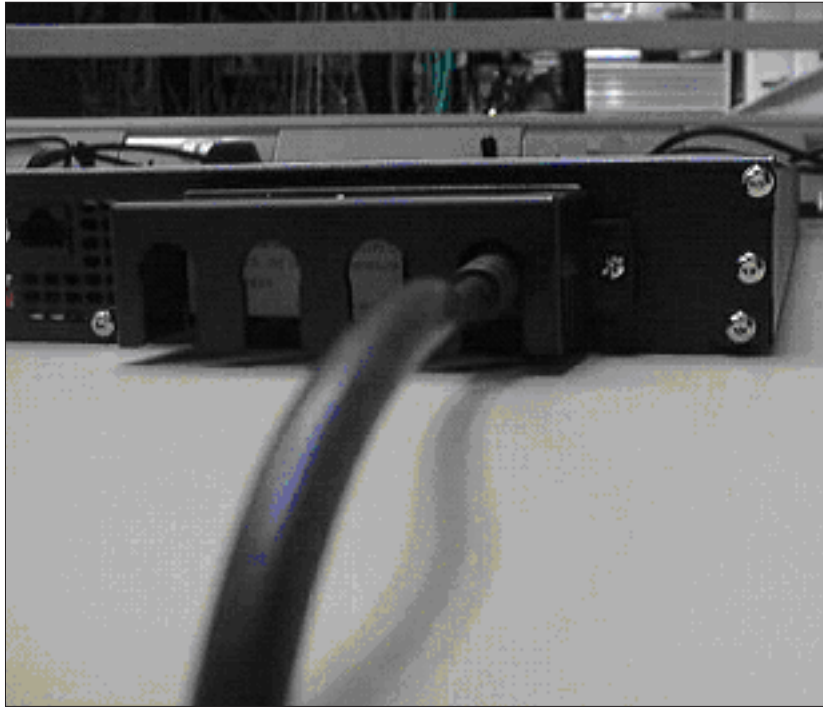

図 49. 2145 UPS-IU に接続される 2145 UPS-IU のケーブル保持ブラケット
4. ケーブル保持ブラケットの両端で 2 個のねじをねじ込みます。96 ページの図 49 を参照してください。